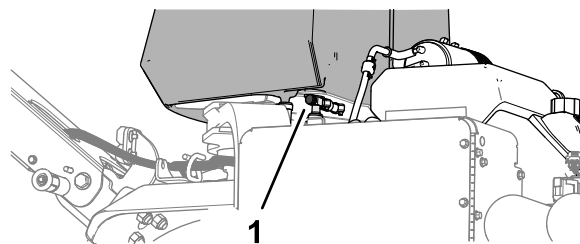

Figura 72
5. Se trasportate o rimessate la macchina, chiudete la valvola di intercettazione del carburante (Figura 72).